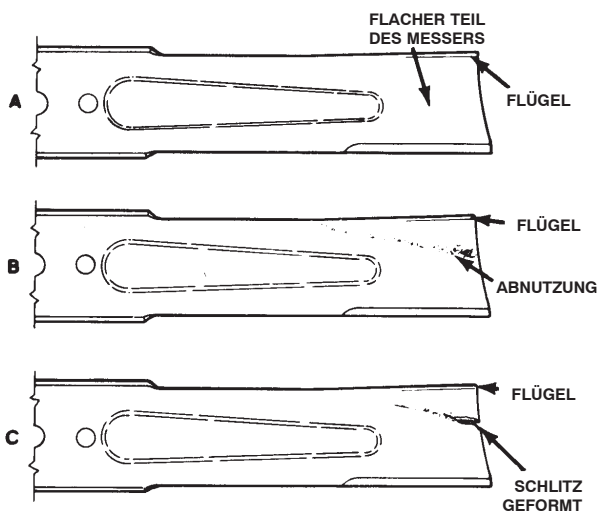

Bild 27
2. Prüfen Sie die Schnittkanten des Messers sorgfältig, insbesondere dort, wo die geraden Flächen die gebogenen berühren (Bild 27–A). Da Sand und anderes reibendes Material das Metall abschleifen kann, das die flachen mit den gebogenen Teilen verbindet, müssen Sie das Messer vor jedem Einsatz der Maschine prüfen. Tauschen Sie, wenn Sie einen Schlitz oder eine Abnutzung (Bild 27–B) feststellen, das Messer aus; siehe Entfernen des Schnittmessers auf Seite 21.
Wenn sich das Messer abwetzen kann, bildet sich ein Schlitz zwischen dem Windflügel und dem flachen Teil des Messers (Bild 27–C). Zuletzt kann sich ein Stück des Messers lösen und aus dem Gehäuse herausgeschleudert werden. Das kann zu schweren Verletzungen bei Ihnen selbst und Unbeteiligten führen.